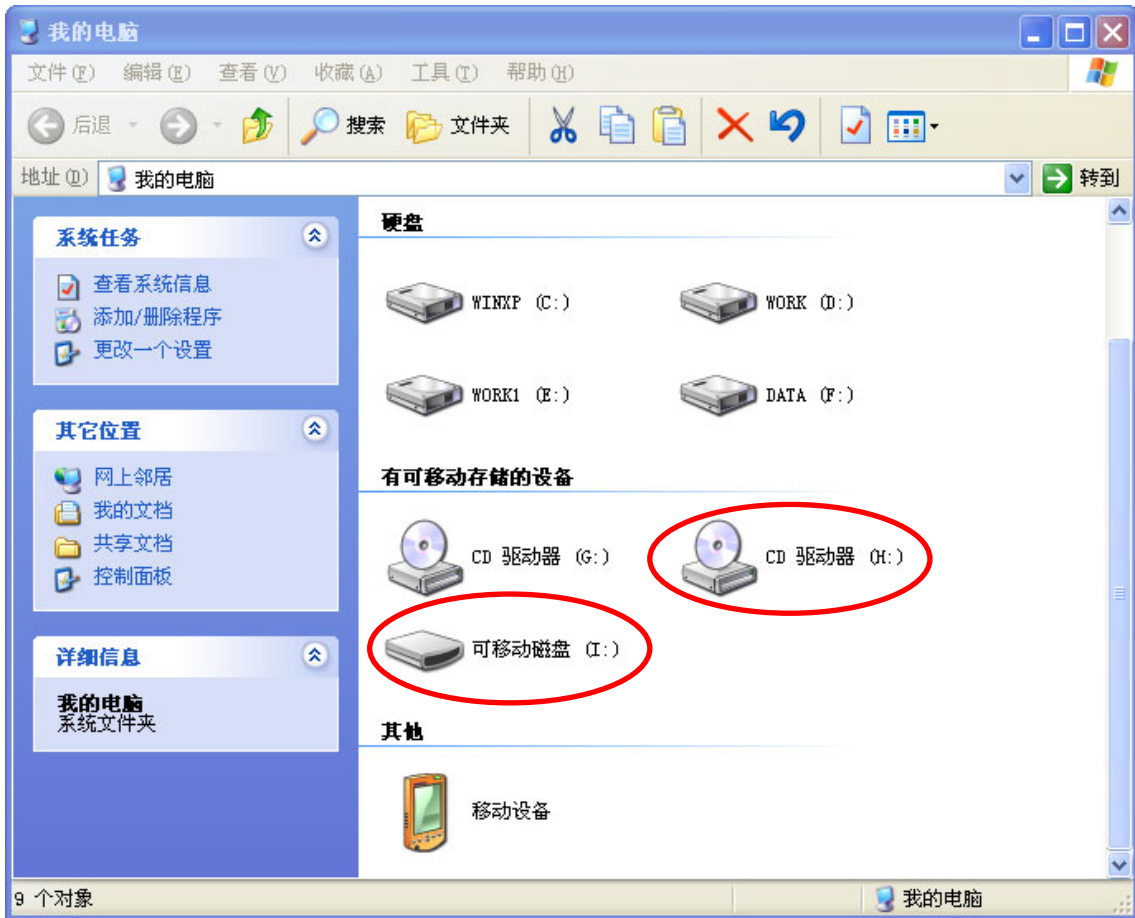

图 2.2 U 盘加密锁的光盘和 U 盘
2. U盘加密锁正常工作后,在“我的电脑”下会多出一个光盘设备和一个U盘设备,光盘设备比如是H盘,参考如图2.2所示。